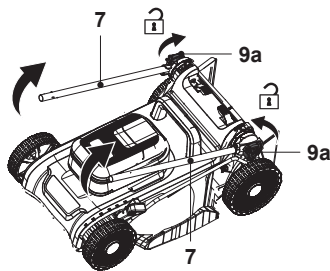

Fig. 1
2. Afloje el mando de bloqueo (9a) girándolo hacia la izquierda sin llegar a retirarlo del todo; a continuación, despliegue la barra inferior del manillar (7) (Fig. 1, pasos 1 y 2).